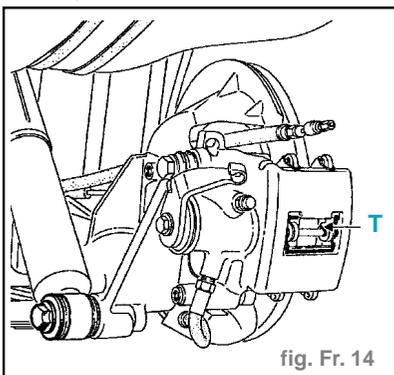

fig. Fr. 14
- Débrancher le câble de frein à main. (fig. Fr. 14)
- Remonter la goupille de sécurité (**T**). (fig. Fr. 14)